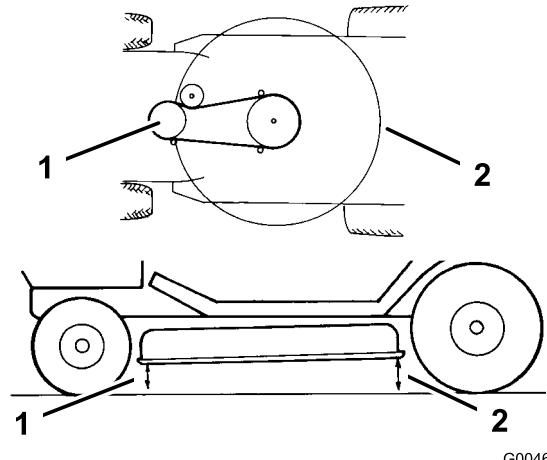

Figura 43
10. Verifique la inclinación longitudinal midiendo entre la base del cortacésped (centro de los bordes delantero y trasero) y la superficie plana (Figura 43). Si la parte delantera del cortacésped está más de 16 mm más baja que la parte trasera del cortacésped, ajústela: consulte los pasos 11 a 17.